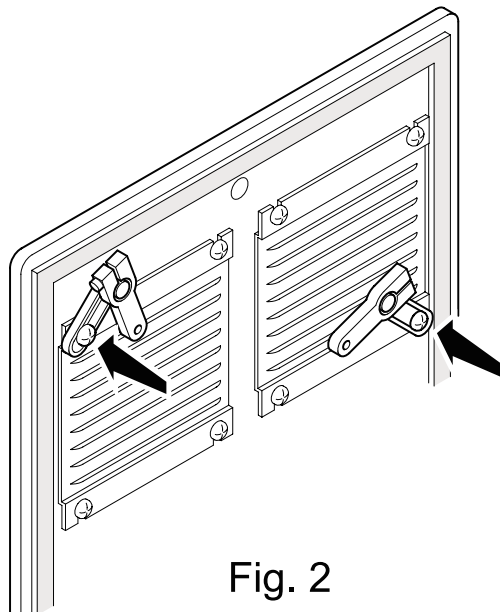

Fig. 2
2. Sulla parte interna del frontale della pulsantiera rimuovere due delle viti che sorreggono la griglia e fissare in tali posizioni le staffe fornite a corredo del 3065 utilizzando le apposite viti (fig 2).
2. Sur la partie intérieure de la façade de la plaque enlever 2 des vis qui soutiennent la grille et fixer en ces positions les brides fournies avec l'art. 3065 en utilisant les vis appropriées (fig. 2).
2. Über der inneren Teil der vorderen Seite der Tasterplatte zwei von der Schrauben zu entfernen, die das Gitter halten, und in dieser Stellung die Bügel mit der passenden Schrauben zu befestigen, die mit 3065 geliefert sind (Bild 2).